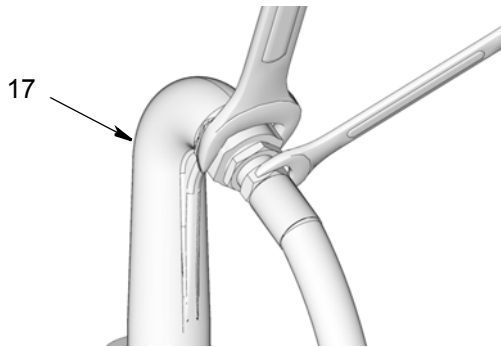

FIG. 35
5. Unire l'estremità del flessibile all'uscita (17) utilizzando due chiavi inglesi sulle rondelle e ruotandole in due direzioni opposte per fissare saldamente il flessibile al raccordo dell'uscita (FIG. 35).